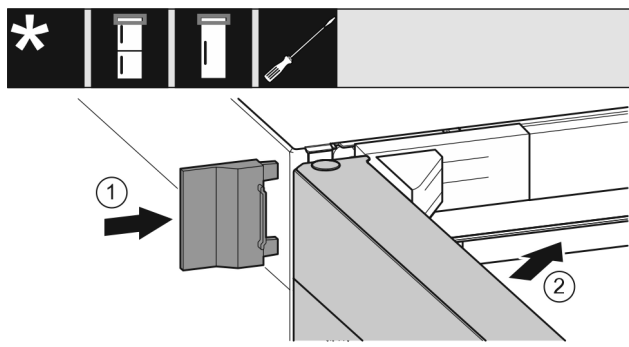

Fig. 22
- ▶ Potisnite zunanji pokrov gor. Fig. 22 (1)
- ▶ Zaprite zgornja vrata. Fig. 22 (2)